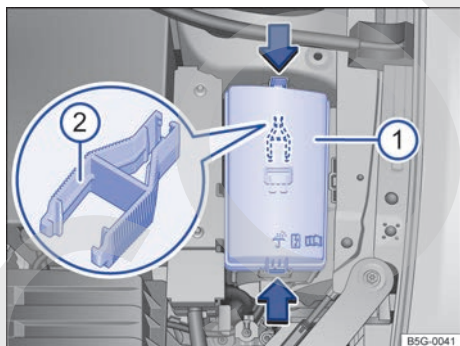

Fig. 136 En el compartimiento del motor: cubierta ① de la caja de fusibles con pinza de plástico ②.
En el lado interno de la cubierta de la caja de fusibles en el compartimiento del motor puede haber una pinza de plástico → fig. 136 ② para retirar los fusibles.
- Presionar las trabas en el sentido de la flecha → fig. 136 ①, para desbloquear la cubierta de la caja de fusibles.